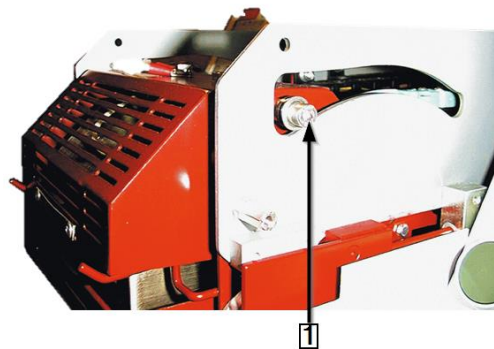

Abb. 61 : Ložiskový šroub topného článku
- Posuňte topnou komoru ještě více dopředu, až do krajní polohy. Viz Abb. 61 , na straně 95.
- Odeberte ložiskové šrouby (1) a odmontujte sestavu ložiska, kterou přidržuje ložiskový šroub (1).